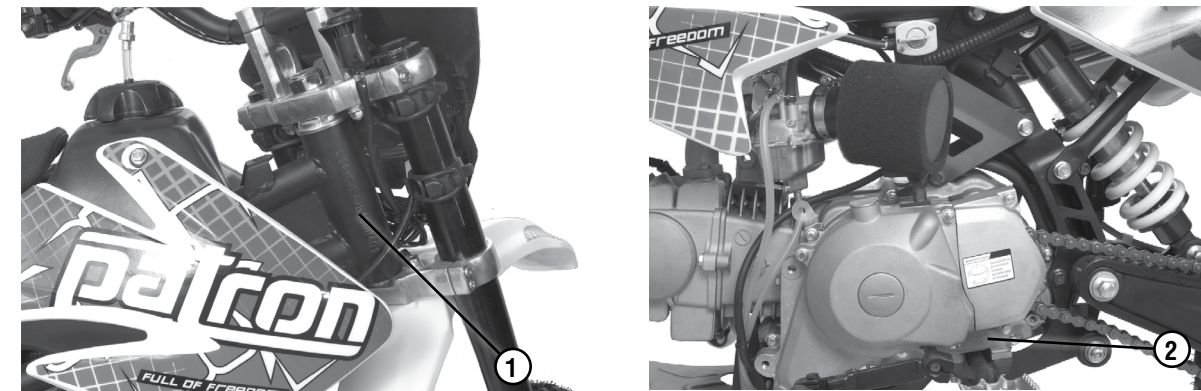

Рис. 1 Расположение номеров двигателя и рамы
2. Соответствие номеров рамы (рис. 1, поз. 1) и двигателя (рис. 1, поз. 2) на мотоцикле с занесенными в раздел 16 (информация об изделии) «Руководства по эксплуатации». Идентификационный номер мотоцикла отштампован на правой стороне рулевой колонки; серийный номер двигателя отштампован на левой стороне нижней части картера двигателя.